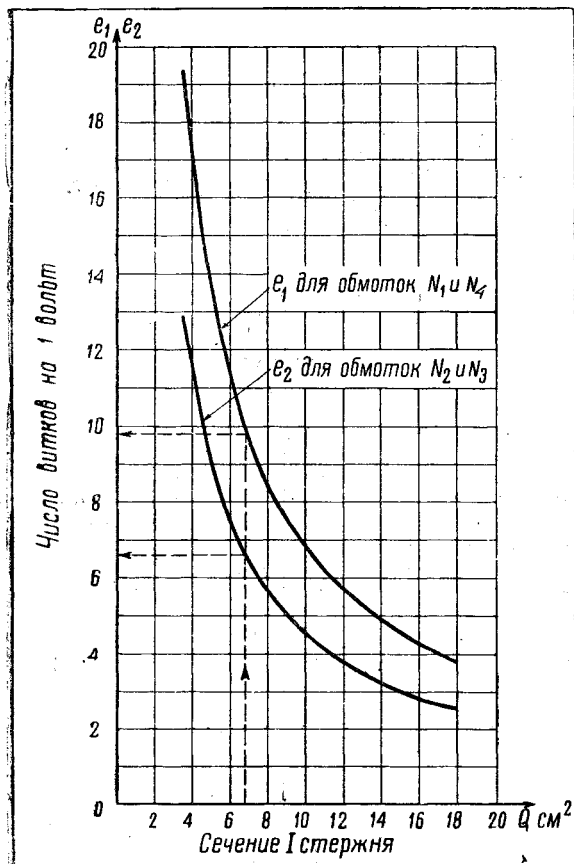

Рис. 3
2. По найденному сечению первого стержня, пользуясь графиком рис. 3, определяем вспомогательную
5. Числа витков в каждой обмотке получаются в результате перемножения величин напряжения на каждой обмотке на числа витков на вольт, полученные из рис. 3: